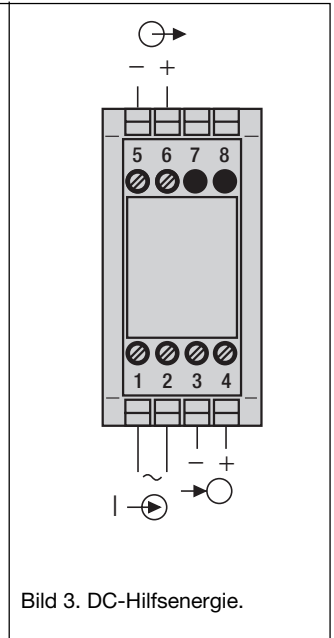

Bild 3. DC-Hilfsenergie.
Gleichspannung (DC):	24 V, - 15 / + 33 %, Leistungsaufnahme ca. 1,5 W, siehe Bild 3